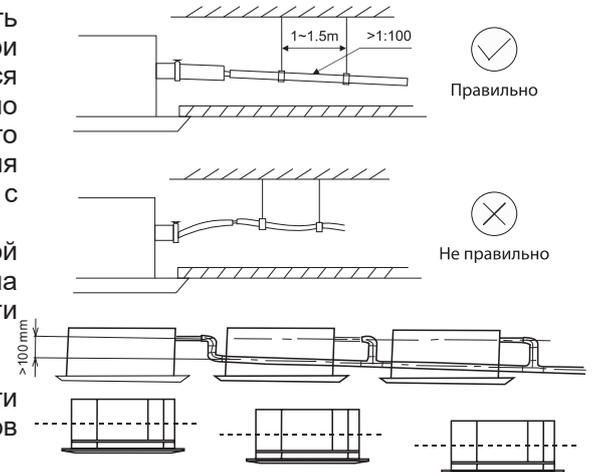

Рисунок 20 - Наклон дренажной трубки
- Дренажный трубопровод должен иметь уклон вниз не менее 1/100 (см. рис. 20).
- При сливе нескольких блоков в общую дренажную линию общий слив должен быть установлен на расстоянии около 100 мм ниже сливного отверстия каждого узла (см. рис. 20).